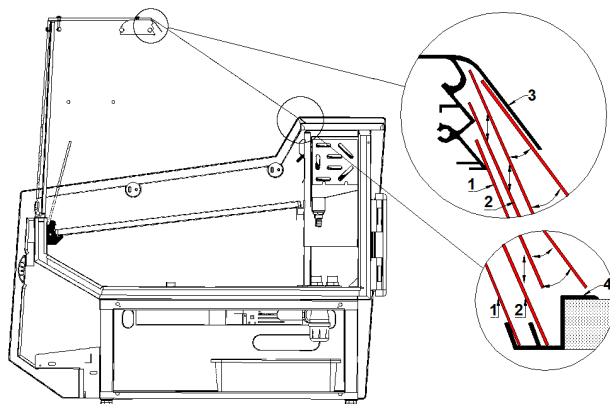

Рис. 5 Монтаж/демонтаж ночных шторок
9. Установить ночные шторы Рис.5/1;2 (стр.42)